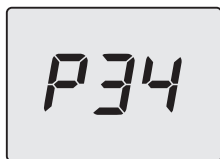

Figura 9.5
- Premere per 1 sec. il tasto 15 (Figura 5.47) per entrare nel parametro selezionato. Il display visualizzerà quanto segue (Figura 9.5).